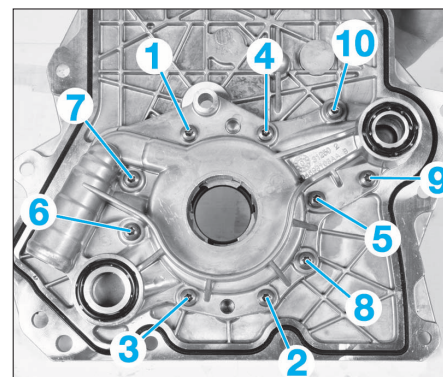

FIG. 22
- les vis du carter de pompe à huile sur le carter de distribution en ordre décroissant (Fig.22).
- respecter l'ordre de serrage du carter de pompe à huile sur le carter de distribution (Fig.22).